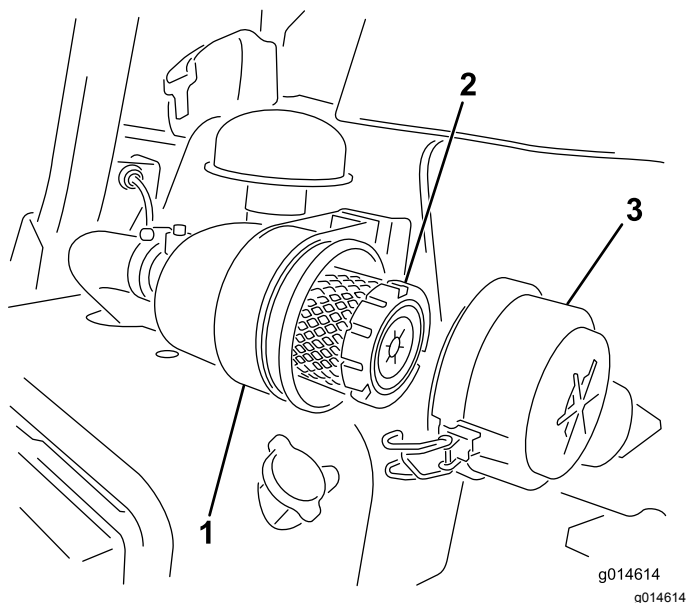

Рисунок 25
1. Отпустите защелки, фиксирующие крышку воздухоочистителя на его корпусе (Рисунок 25).
7. Зафиксируйте защелки (Рисунок 25).